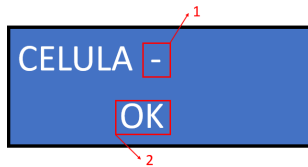

Figura 24
4. El Generador de Cloro **EASYCLOR PRO** permite controlar hasta 6 células electrolíticas simultáneamente, indicadas numéricamente del 1 al 6 en la pantalla LCD, exhibidas en la esquina superior derecha (figura 24 – ítem 1 ) y el “estado” de cada célula, exhibido en la esquina inferior (Figura 24 – ítem 2). Para cambiar las pantallas, pulse los botones “arriba” y “abajo”.